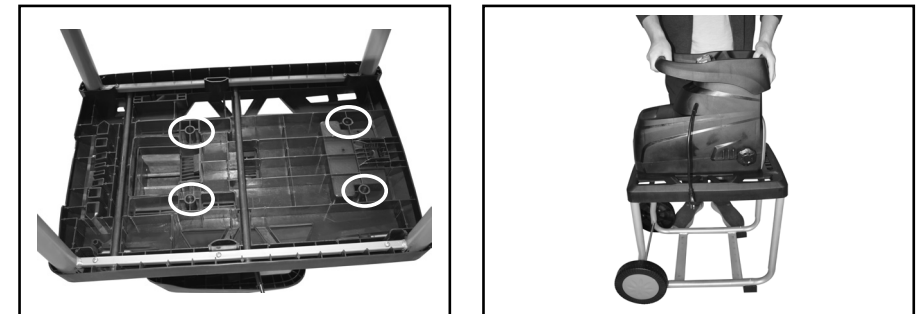

Abb. 8
6. Befestigen Sie die Motoreinheit mit vier Befestigungsschrauben am Grundrahmen (Abb. 8).